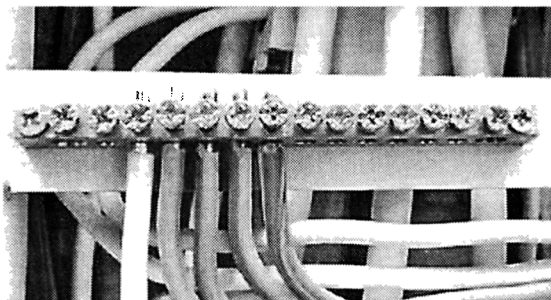

Рис. 2.21. Нулевые шины
**Клеммники (нулевые шины)** применяются в распределительных шкафах. Они представляют собой медную планку, которая крепится на специальных диэлектрических зажимах и имеет несколько отверстий для подсоединения проводов с помощью винтовых зажимов (рис. 2.21). Такой способ соединения используется, когда необходимо соединить несколько проводников в одно целое, например при подсоединении подходящих проводов заземления к общему.